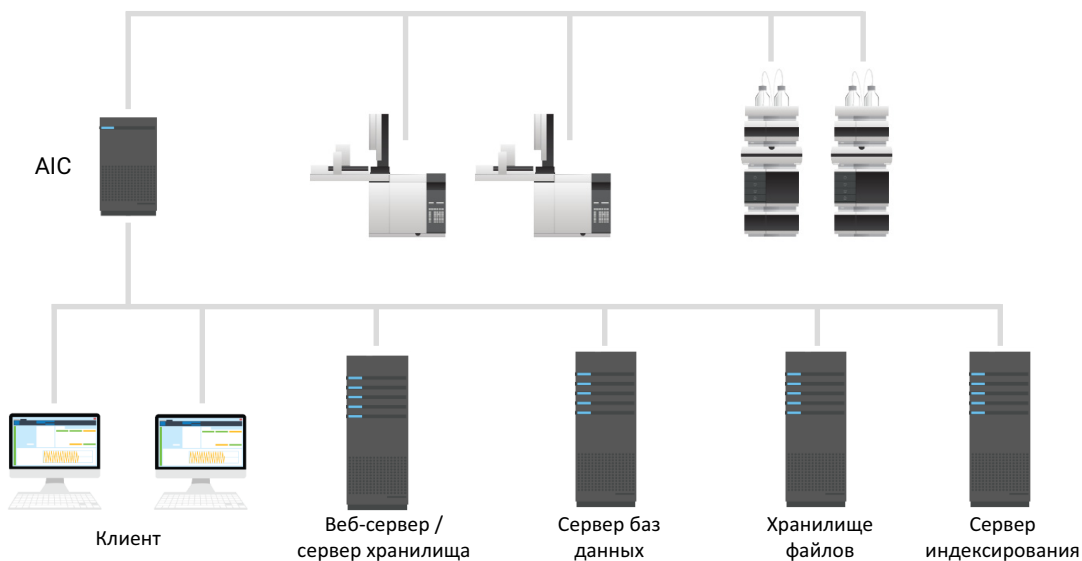

Рисунок 4 Четырехсерверная топология: для высоконагруженных лабораторий с множеством AIC
- ✓ Четырехсерверная система (см. Рис. 4 на странице 12):